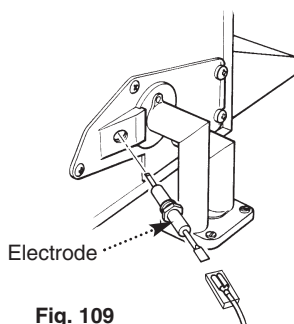

Fig. 109
11.3 Ignition Electrode (Fig. 109)